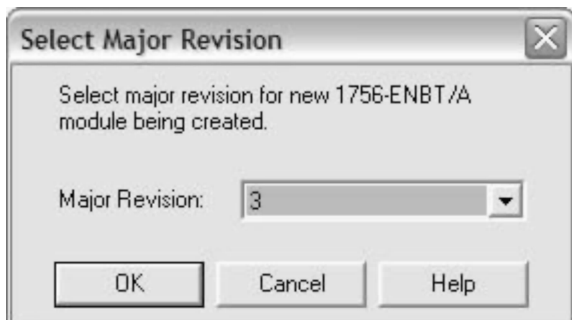

图 25-5 选择主版本
5. 选择 ENBT 的版本。选择 3 作为主版本，然后单击“确定”（OK），如图 25-5 所示。